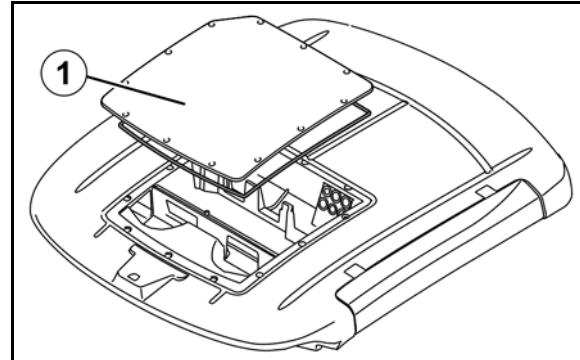

Рис. 189
1. Отвинтите кожух (Рис. 189/1) с крыши кабины.